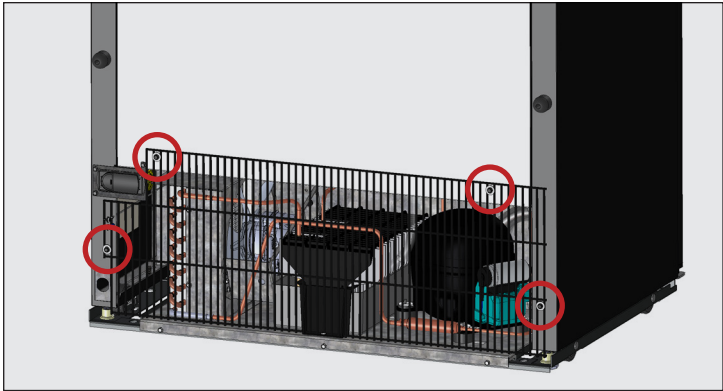

Fig. 1. Ejemplo de la ubicación de los tornillos de la rejilla trasera. Varía según el modelo.
2. Retire la rejilla trasera del aparato. Véase la fig. 1.